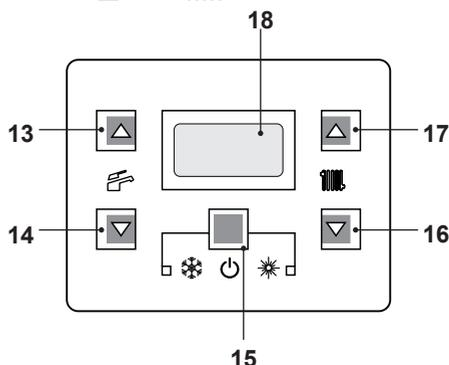

Figura 6.7
- Tenere premuto per 2 secondi il tasto 15 fino a far apparire sul display entrambe i simboli e (Figura 6.7).
- Spegnerla la caldaia tenendo premuto per 2 secondi il tasto 15 (Figura 6.7) fino a far apparire sul display LCD il simbolo  (Figura 6.6).